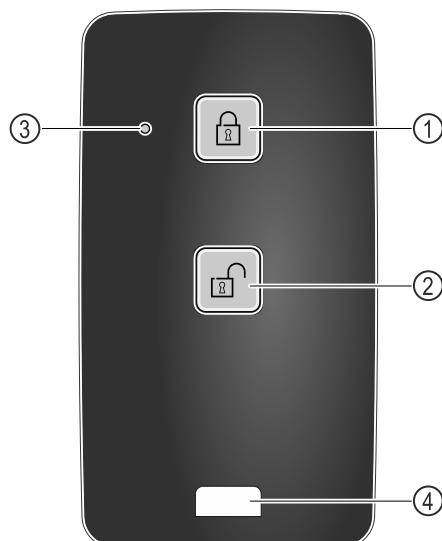

Fig. 219
- Натиснете бутона Fig. 219 (1) на дистанционното управление.
- Натиснете бутона Fig. 219 (2) на дистанционното управление.
- Светодиодът за статуса Fig. 219 (3) осигурява визуална обратна връзка при натискане на бутона.
- Халка Fig. 219 (4) за закрепване на дистанционното управление, например на връзка ключове.